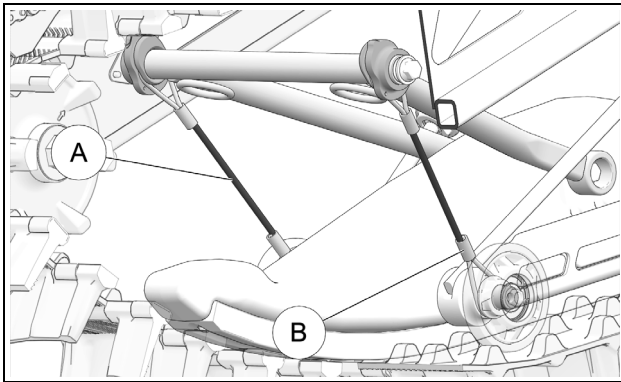

Figure 37
Vérifier si les câbles support de la suspension (A) montrent une usure anormale ou s'il y a des brins sectionnés, n'importe où sur la longueur. Vérifier si les brides de fixation des boucles (B) aux extrémités des câbles sont en bonne condition et solides. Remplacer les pièces si elles montrent des défauts. Figure 37.